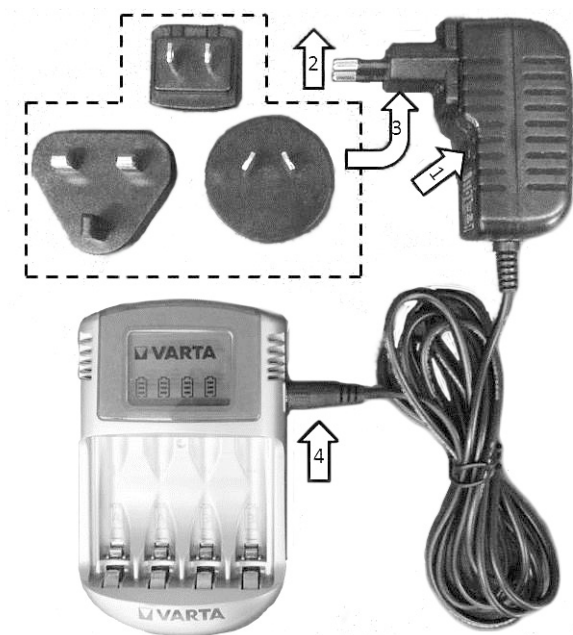

Fig. 3-2 Troca do conector, ligação da unidade de carga
- prima o botão por baixo do conector e mantenha-o premido (1, Fig. 3-2)